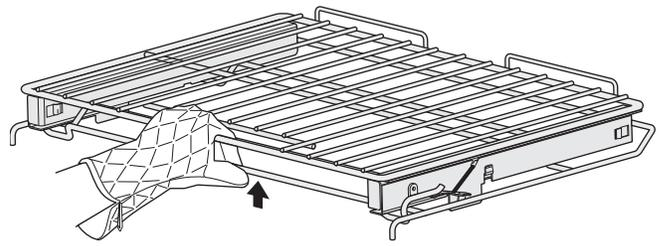

Figura 11: Parrilla deslizante extensible
1. Con una mano, introduzca su mano en la abertura de la manija y levante la palanca de liberación ubicada en la parte inferior delantera de la parrilla, como se muestra en Figura 11.